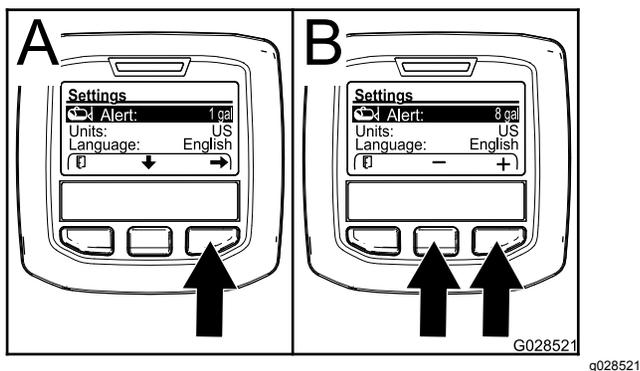

図 23
2. 中央ボタンを押して、警報Alert設定をハイライトさせる 図 23。
3. 右ボタンを押す 図 23。
4. 中央ボタンと右ボタンを使用して、散布中にタンク残量が何パーセントになったら警報を表示させるかの設定を行う 図 23。